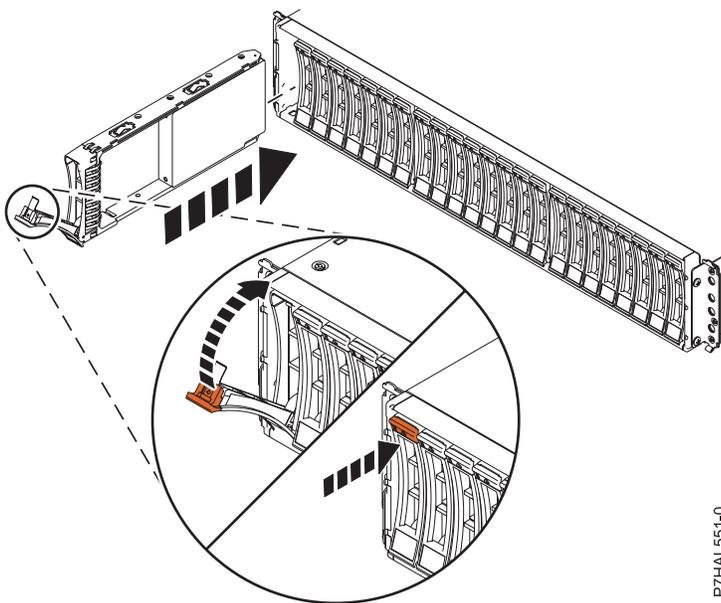

Figura 7. Instalación de la unidad de disco en Alojamiento de unidad de disco 5887
1. Con el asa en la posición de desbloqueo, consulte Figura 7, sostenga la unidad por la parte inferior mientras la alinea con los rieles de guía de la unidad de expansión.